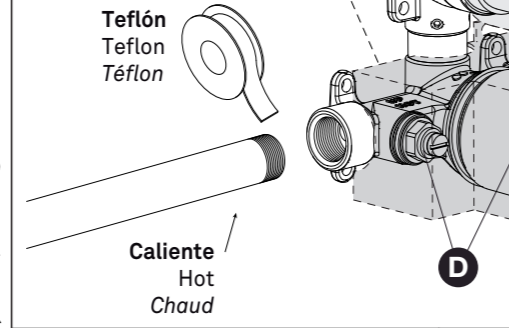

Fig. 9
5) Atornillar la válvula a la pared (Fig. 9).
5) Screw the valve to the wall (Fig. 9).
5) Vissez la vanne au mur (Fig. 9).